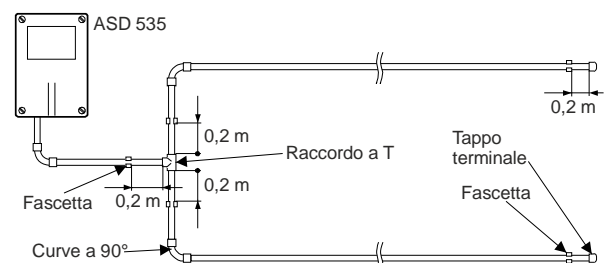

Fig. 9 Curve a 90°, diramazione
- In corrispondenza delle diramazioni della condotta di aspirazione bisogna lasciare una distanza di almeno 0,2 m fra il raccordo a T e le fascette, **Fig. 9**.
- Per le variazioni di direzione nella sorveglianza volumetrica vanno usati in prevalenza curve a 90° invece di gomiti a 90°, **Fig. 9**.